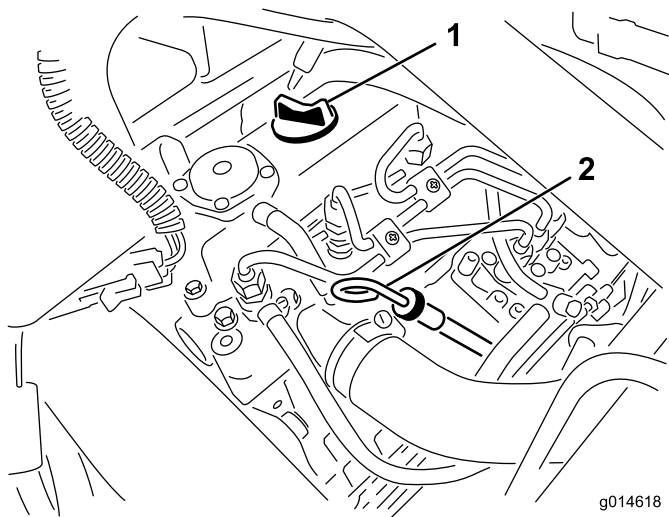

Figura 27
2. Retire la varilla y límpiela con un paño limpio (Figura 27). Introduzca la varilla en el tubo asegurándose de que entre a fondo. Retire la varilla del tubo y verifique el nivel de aceite. Si el nivel de aceite es bajo, retire el tapón de llenado de la cubierta de la válvula y añada **lentamente** suficiente aceite para elevar el nivel a la marca "Full" (lleno) de la varilla. Añada el aceite lentamente y compruebe el nivel a menudo durante este proceso. **No llene demasiado.**